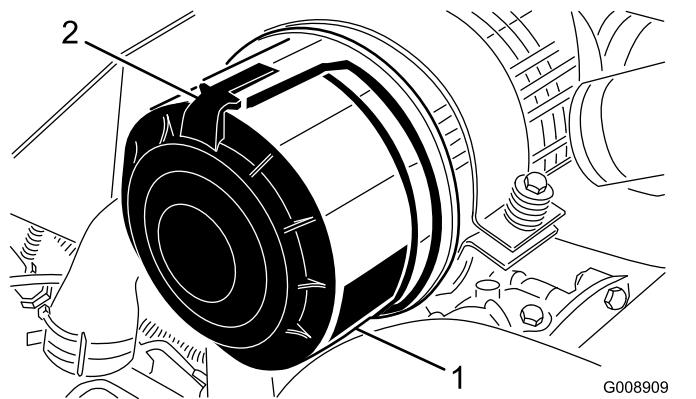

図 45
- エアクリーナーのカバーをボディーに固定しているラッチを外す(図 45)。